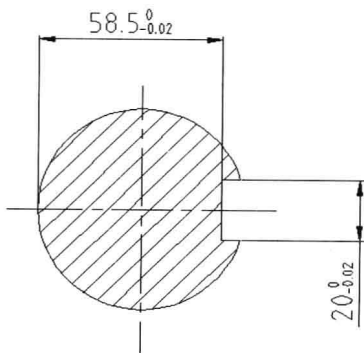

图 7-6-3
(3) 单击“确定”按钮, 返回“标注样式管理器”对话框, 单击“关闭”按钮。此时标注对象显示了公差值, 如图7-6-3所示。